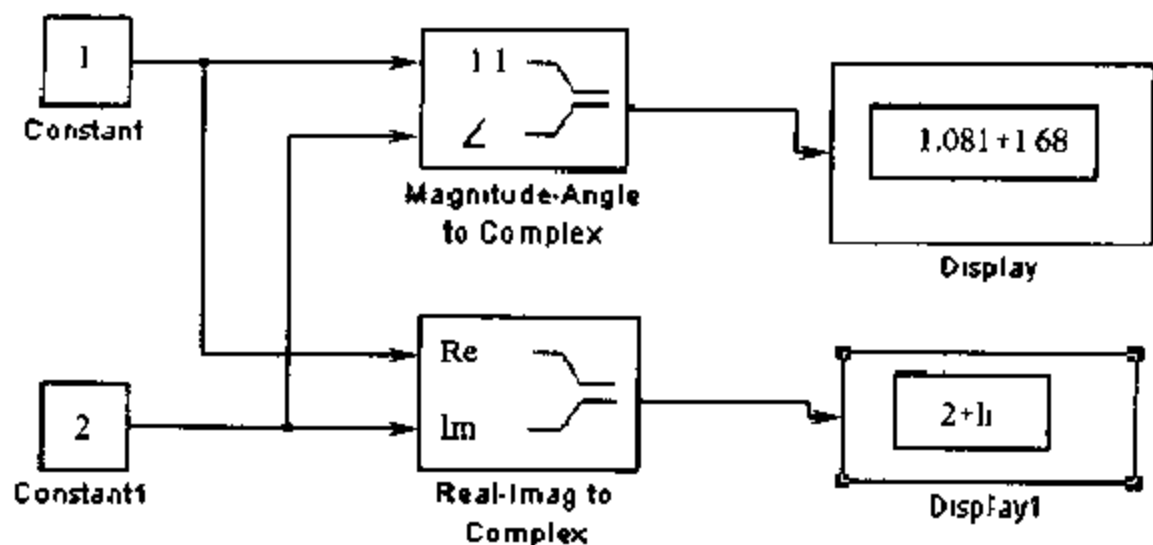

图 5-20 产生复数信号的示例模型
- (1) 把 MATLAB 工作空间里的复数信号通过 root-level import 导入到模型里;
- (2) 复制一个 Constant 模块到你的模型里, 并把它的参数设为复数;
(3) 分别产生对应着复数信号实部和虚部的两个实信号,然后把它们联合成一个复数信号。这里要用到 Real-Image to Complex 模块,它的位置在 Simulink 库的 Math 子库,在 Math 子库里还有一个 Magnitue-Angle to Complexm 模块,它是把两个输入作为幅值和辐角来生成复数。图 5-20 给出了一个演示如何产生复数信号的示例模型,读者可以看到使用这两个模块得到的结果完全不同。此外,Math 子库还提供了一个把复数分解为实部和虚部的模块——Complex to Real Image 模块。